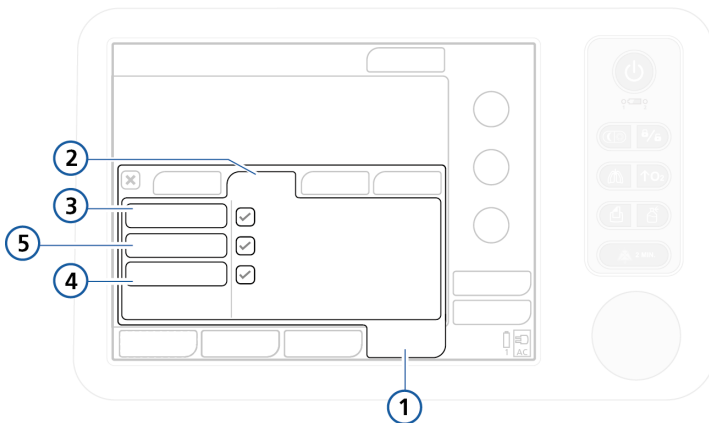

图 3-2. “测试与校正”窗口
2. 从**测试与校正**窗口激活**密闭性测试**（图 3-2）。
2. 从**测试与校正**窗口激活**流量传感器**测试（图 3-2）。